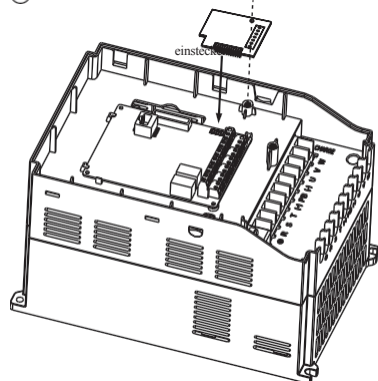
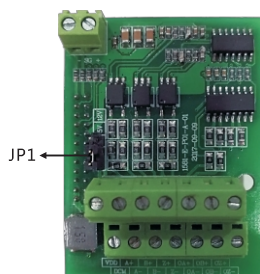

Abbildung 1: Einbau der PG-Erweiterungskarte
Abbildung 2 PG-Karte
- ①: Stellen Sie sicher, dass der Frequenzumrichter vollständig ausgeschaltet ist.
- ②: Setzen Sie die PG-Karte und die Erweiterungskarte in den Umrichter ein.
- ③: Befestigen Sie die Karte mit einer Schraube gemäß Abbildung 1.
- 2) Die äußere Gestaltung, der Klemmenblock und die Funktionsbeschreibung sind in Abbildung 1, Abbildung 2 und Tabelle 1 dargestellt.
- ① Schematische Darstellung der PG-Karte